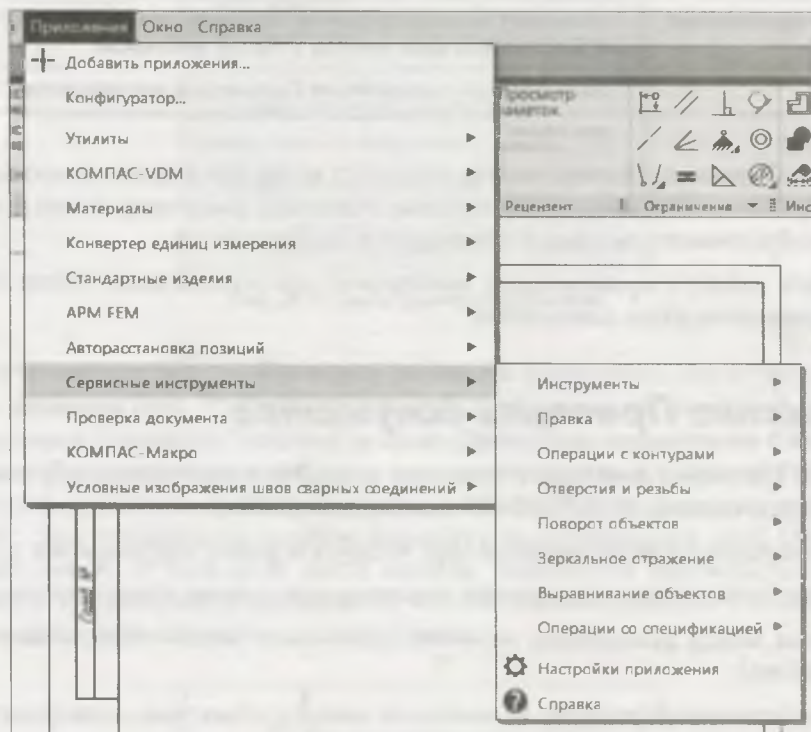

Рис. 30.4. Раскрытое меню пункта **Приложения** ► **Сервисные инструменты**
- ♦ из Строки Главного меню ► **Приложения** ► панель со списком всех приложений, подключенных в данный момент к системе КОМПАС. Например, подведите курсор к приложению **Сервисные инструменты**. Приложение раскроется в виде стандартного иерархического меню (рис. 30.4), которое содержит команды для выполнения различных операций в графических документах, эскизах и спецификациях. Сходные по назначению команды объединены в разделы. Описание команд приведено в табл. 30.1.